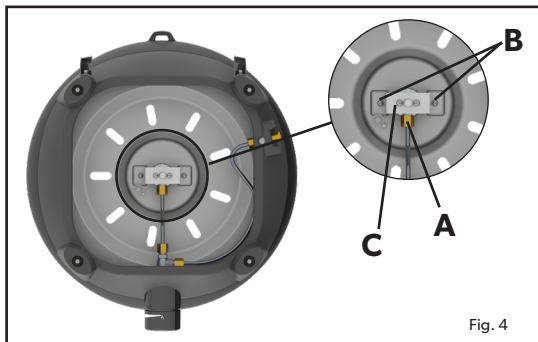
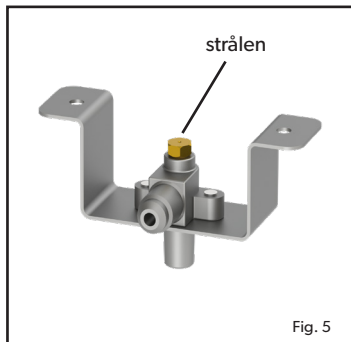

Fig. 4
Fig. 5
- Vi rekommenderar att du rengör eller byter ut jetmunstyckena var sjätte (6) månad för att säkerställa fortsatt effektiv drift av din apparat. Om apparaten skulle fungera onormalt efter förvaring och alla kontroller inte har löst problemet, kan munstycket vara blockerat. Ett blockerat munstycke indikeras av en svagare gulaktig låga eller ingen låga alls i extrema fall. Under dessa omständigheter är det nödvändigt att ta bort och inspektera och noggrant rengöra alla främmande föremål som kan ha samlats i apparaten.
- Ta bort strålen genom att ta bort alla lösa ytor från enheten och vända basenheten upp och ner. Använd en lämplig skiftnyckel och lossa muttern (A) (Fig. 4). Skruva loss de 2 skruvarna (B) (Fig. 4). Ta bort fästet (C) för att exponera munstycket. (Fig. 5). Ta bort strålen med en lämplig nyckel. Använd inte en tång på strålen eftersom detta kan skada strålen och göra den obrukbar eller omöjlig att ta bort. Skruva in den nya strålen i ventilen. Dra inte åt för hårt eftersom det kan skada strålen.